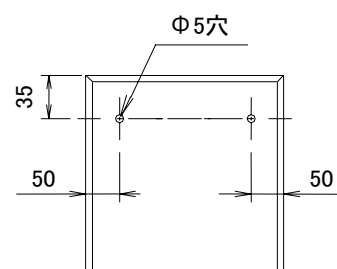

図10-2
- ③下台キャビネットの後板の所定位置に壁面取付け用の下穴(φ5穴)を加工してください。(図10-2)